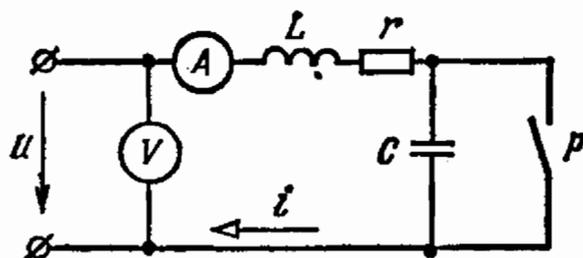

Рис. 3.38
3.38. При замкнутом и разомкнутом ключе P схемы рис. 3.38 амперметр показывает одно и то же значение тока $I = 5,55$ А.